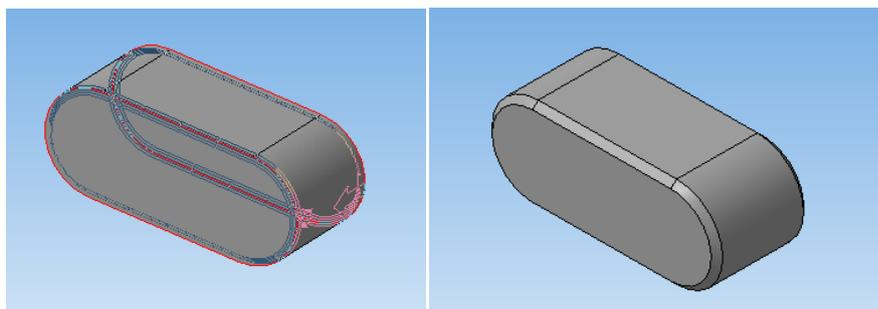

Рисунок 95.
5. Выберите команду «*Фаска*», выделите обе торцевые поверхности модели шпонки и задайте размер *катета фаски*- **0,25мм** (рисунок 95).